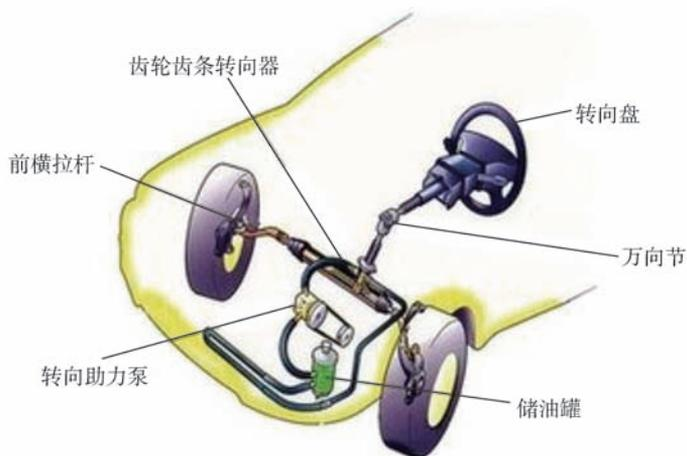

图 1-4 转向系统
(1) 转向系统的功用。转向系统的功用是保持或改变汽车行驶方向。在汽车转向行驶时，转向系统还要保证各转向轮之间有协调的转角关系。驾驶员通过操纵转向系统，使汽车保持在直线或转弯运动状态，或使两种运动状态互相转换。
(2) 转向系统的组成。转向系统由转向操纵机构、转向器和转向传动机构等组成，如图 1-4 所示。